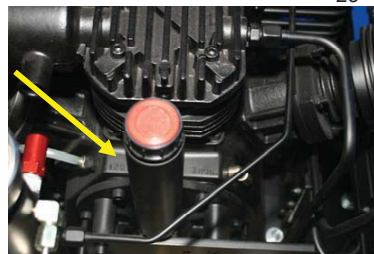

Рисунок 17
- снимите крышку маслозаливной горловины (рисунок 17);